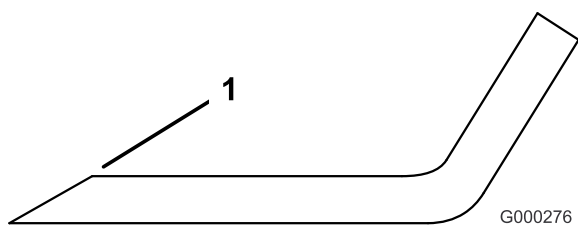

Figura 74
1. Affilate il tagliente da entrambe le estremità della lama (Figura 74). Rispettate l'angolazione originale. La lama conserva il proprio equilibrio soltanto se viene rimossa una quantità uguale di materiale da entrambi i taglienti.